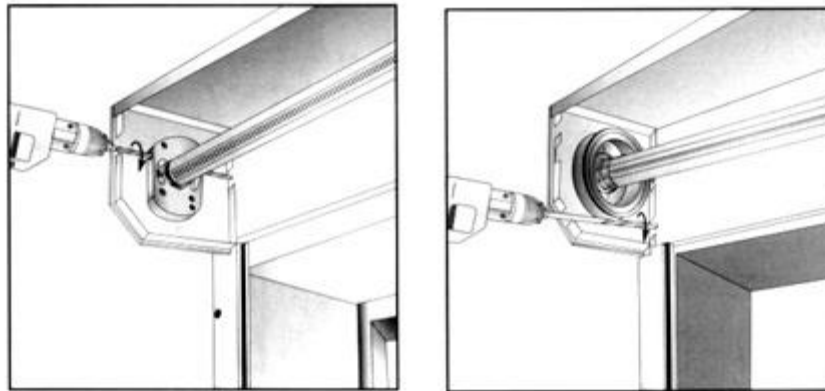

Рис. 10. Разметка отверстий в стене для вывода элементов управления:
10. Разметить расположение отверстия в стене для вывода элементов управления (рис. 10). Эта операция выполняется для наружного монтажа.